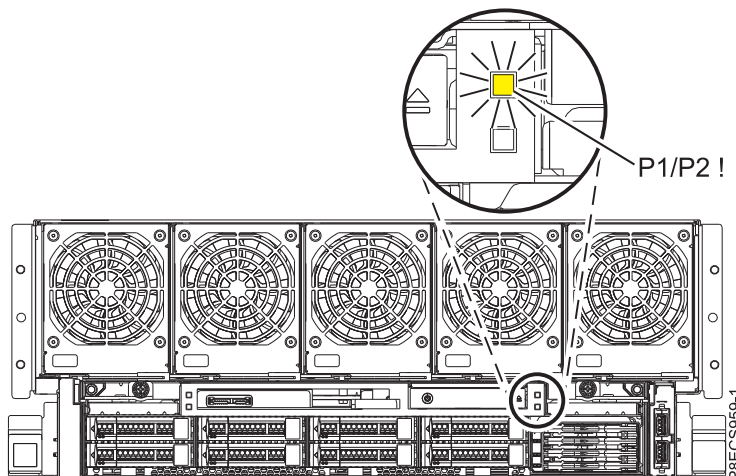

Abbildung 7. Vordere Fehler-LED **P1/P2 !** am System vom Typ 8408-44E oder 8408-E8E.
6. Achten Sie auf den Status der Fehler-LED **P1/P2 !**, die sich an der Vorderseite Ihres Systems vom Typ 8408-44E oder 8408-E8E befindet, wie in Abb. 7 gezeigt.